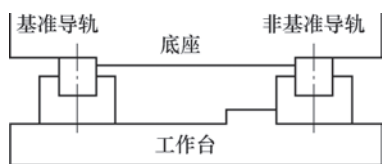

图 2
(2) 倒装(见图2),适用于冲击、振动不大及切削力也不大的轻型机床。对于这种安装方式,导轨和滑块均无压紧装置,装配时必须借助工装夹具,使导轨与相配件之间的基准面紧密地贴合在一起,达到所规定的要求。导轨安装后,如采用倒置整个工作台的方法,比较容易进行高精度的安装,但是导轨副损坏导致滑块滚动体全部脱落,就会有滑块从导轨坠落的危险,所以应采取防脱落措施。